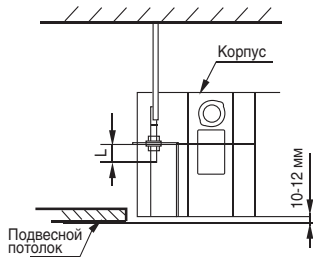

Рис. 5-3
- Отрегулируйте расположение блока, убедившись в том, что расстояния между корпусом блока и потолочной конструкцией одинаково по всему периметру корпуса блока. Нижняя поверхность корпуса блока должна быть утоплена в потолочную поверхность на 10-12 мм (рис. 5-3).